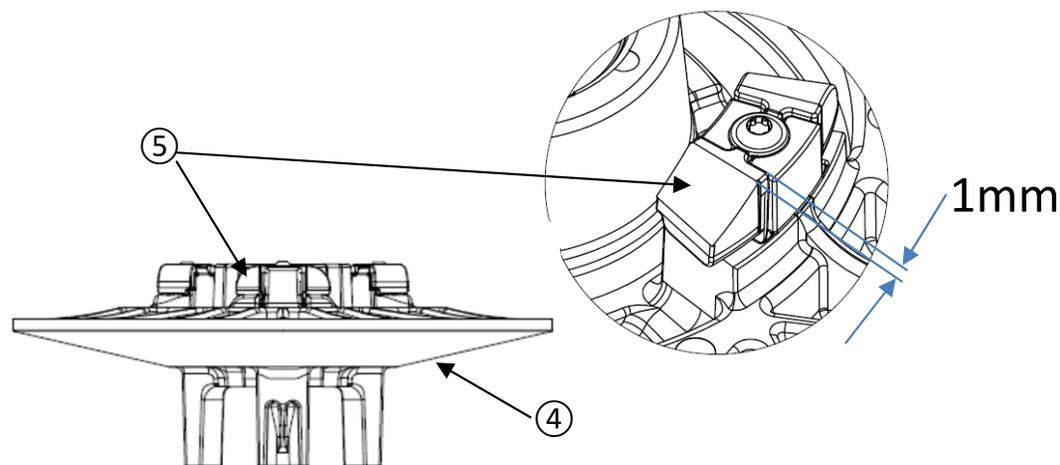

Figure 26
- Si les patins de came (5) sont usés à environ 1 mm avant d'entrer en contact avec le support du patin de came, ils doivent être remplacés (figure 26).